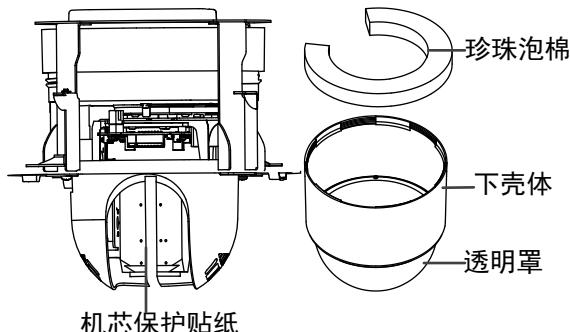

图2-21 智能球的拆封
1. 逆时针旋转智能球透明罩，取下透明罩及下壳体，如图 2-21 所示。